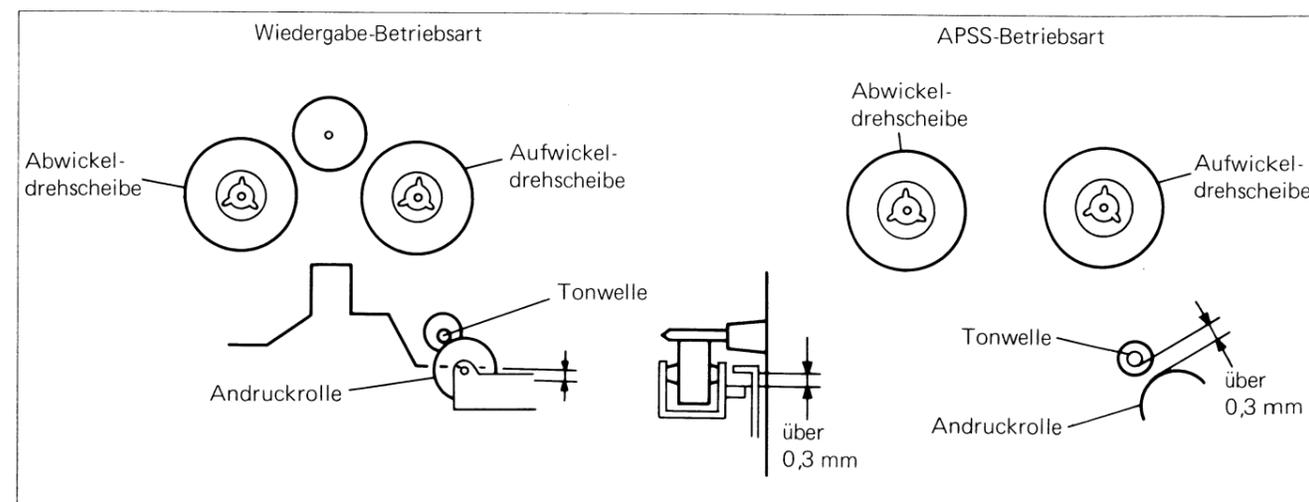

Abbildung 16-3
(Siehe Abbildung 16-3.)
3. Sind die Abstände gemäß den obigen Schritten 1 und 2 nicht vorschrittsmäßig, die betreffenden Teile gemäß Abb. 16-3 entsprechend einstellen und außerdem nachprüfen, ob das Nebenchassis normal zurückkehrt.